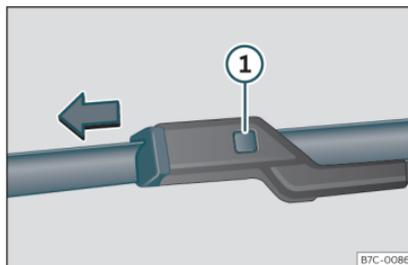

Fig. 38 Sostituzione delle spazzole dei tergi-cristalli.
- Mantenere premuto il tasto di sblocco » **fig. 38** ❶ tirando leggermente la spazzola nel senso della freccia.